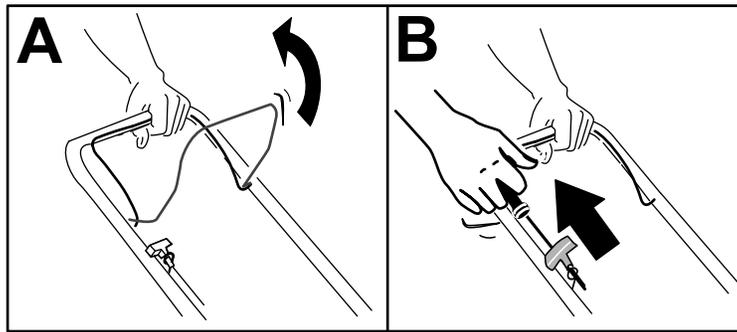

Figure 16
2. Serrez et maintenez la barre de commande de la lame contre la partie supérieure du guidon (A de Figure 16).
3. Tirez légèrement la poignée du lanceur jusqu'à ce que vous sentiez une résistance, puis tirez vigoureusement et laissez le lanceur se rétracter jusqu'au guide-câble sur le guidon (B de Figure 16).